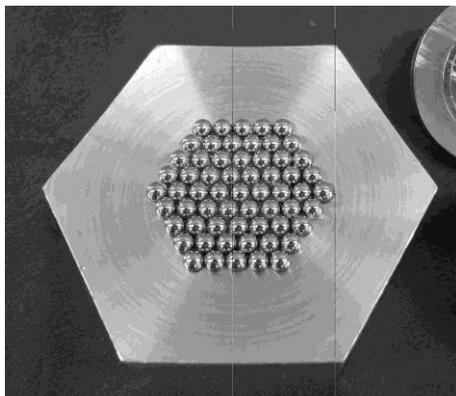

図4 ベースの上面
- ・ベースは図4に示すように，緩やかな凹R面上に軸受用鋼球(3/16in)が61個敷き詰められた構造になっている．すなわち，この装置においてコマはベースと3点で接触しており，接触円径も6.9mmあるため，コマを減速させる摩擦トルクが大きい．